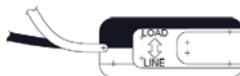

Figure 3 - Transformateurs de courant à noyau monobloc de Leviton
- CT à noyau monobloc de Leviton (figure 3) : conformément à l'étiquette, le côté LIGNE de ces CT doit faire face à la ligne entrante. Le fil blanc se raccorde au connecteur X2 du CT (CT1:X2 ou CT2:X2). Les fils colorés se raccordent au connecteur X1 du CT (CT1:X1 ou CT2:X1).